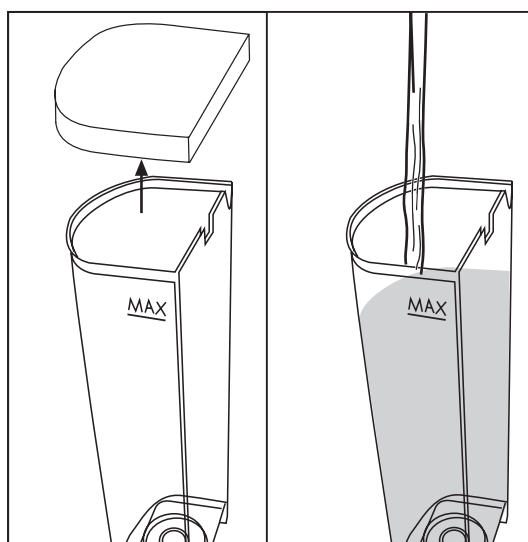

Fig. 2
- Enlever le couvercle et remplir le réservoir d'eau fraîche, maximum 1 l. (**Fig.2**)